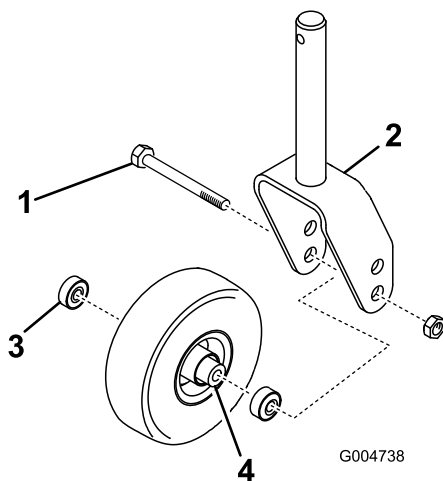
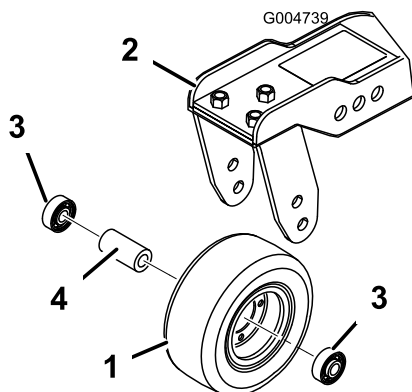

Рисунок 80
Рисунок 81
1. Выверните контргайку с болта, удерживающего узел поворотного колеса между вилкой (Рисунок 80) или рычагом (Рисунок 81) поворотного колеса.
2. Извлеките подшипник из ступицы колеса и дайте выпасть распорной втулке подшипника (Рисунок 80 и Рисунок 81).